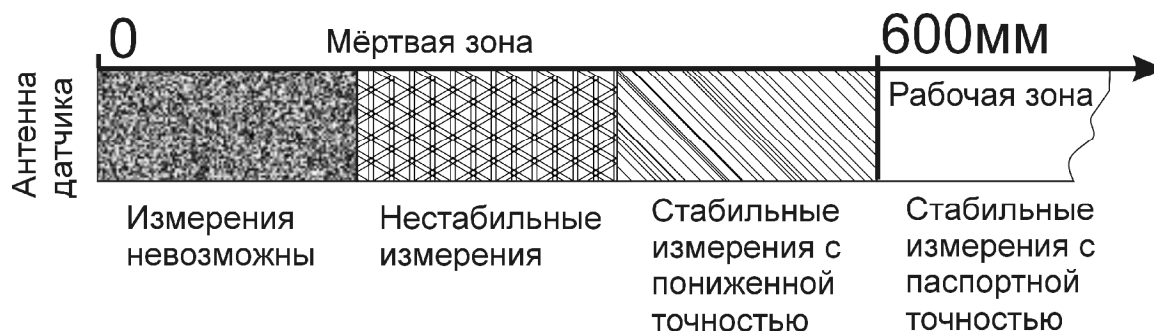

Рис.7.1.
7.1.3. Датчики УЛМ5-1, имеют «мёртвую зону». Это зона вблизи антенны датчика, измерение в которой затруднительно либо невозможно. «Мёртвая зона» изображена на рис.7.1, её можно условно разделить на три области. Самая ближняя (на рисунке слева) область измерения в которой невозможно. Средняя – область нестабильных измерений, прибор может определять расстояние с низкой точностью, возможны скачки показаний. Дальняя область «мёртвой зоны» – измерения в ней стабильны, но паспортная точность не достигается. Про-